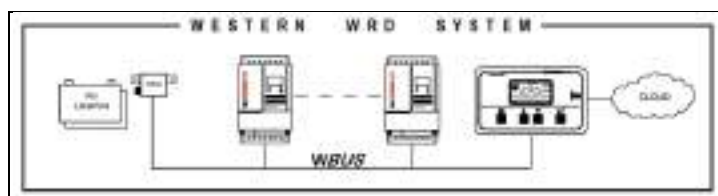

Fig. 3 Esquema de ejemplo del WESTERN WRD SYSTEM
- 2) **Espera (~30 s) hasta que en el display desaparezca la animación dentro del icono de batería (fig. 3 - indicador corriente de recarga)**